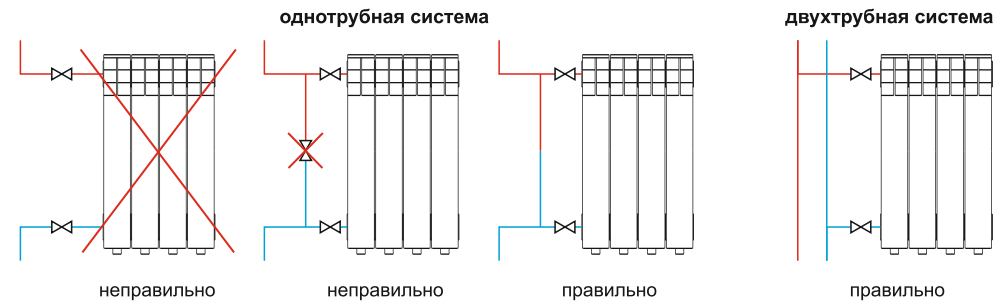

рис. 2. Установка запорно - регулирующей арматуры
– устанавливать в однотрубных системах многоэтажных домов любую запорную или запорно-регулирующую арматуру при отсутствии перемычки (байпаса) между подающей и обратной магистралями трубопровода (рис. 2) и устанавливать какую-либо запорную арматуру на байпase между подающей и обратной магистралями трубопровода;